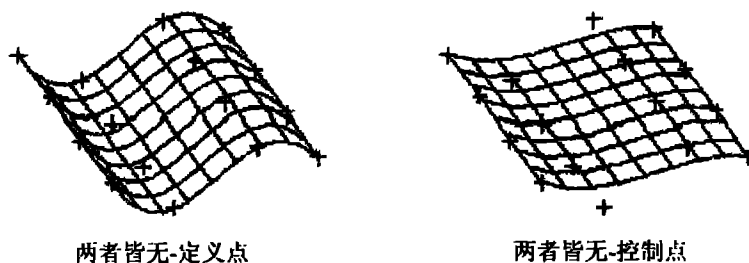

图 1.5 两者皆无闭合形式的构造
- **Neither(两者皆无):** 定义点或控制点的列方向与行方向都不闭合，如图 1.5 所示。